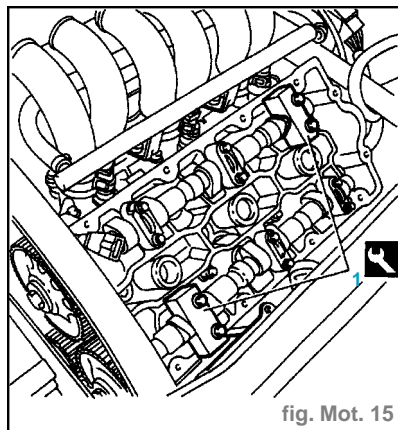

fig. Mot. 15
- Déposer les supports des arbres à cames 4 et 7 au niveau de la culasse avant et monter à leur place les gabarits (1) (fig. Mot. 15).